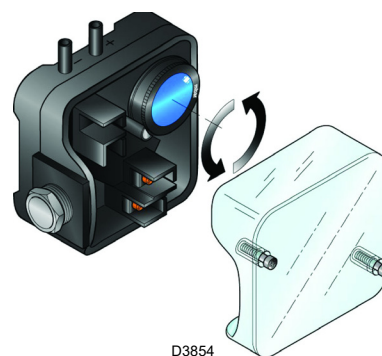

Fig. 30
- Régler le pressostat air (Fig. 30) en début d'échelle.
Effectuer le réglage du pressostat air après avoir effectué tous les autres réglages du brûleur avec le pressostat air réglé en début d'échelle (Fig. 30).